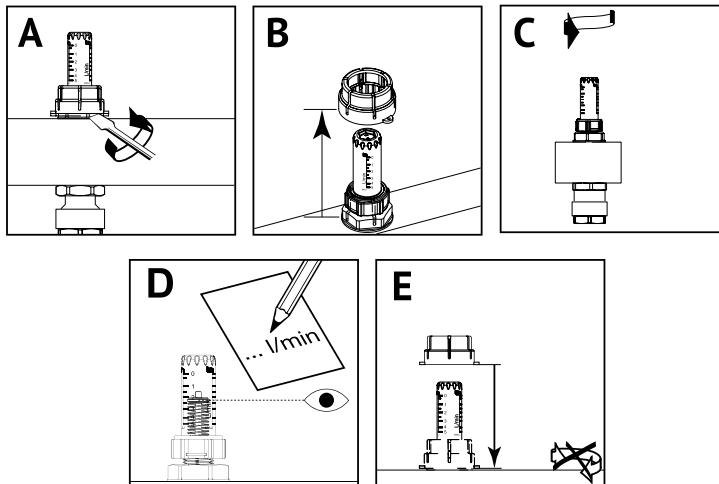

Рис. 4. Настройка балансировочного вентиля
5.4. Настройка балансировочного вентиля (Рис.4).
- Подденьте плоской отверткой защитный колпачок (A) и снимите его (B);
- Поверните гайку против часовой стрелки до затруднения вращения (C);
- Настройте поток через отвод. Для этого, вращая гайку по часовой стрелке, установите необходимый расход, опираясь на показания расходомера (D);
• Зафиксируйте настройку, одев и опустив колпачок до щелчка (E).